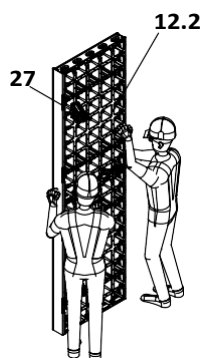

Fig. C1.03
1. Поставете ъгловите лайстни DUO 135 (29) на първата сглобена единица елементи. Не заковавайте лайстните.
2. Монтирайте 2 свързващи скоби DUO (27).
3. Сглобените елементи се пренасят от двама работници. (Fig. C1.03)